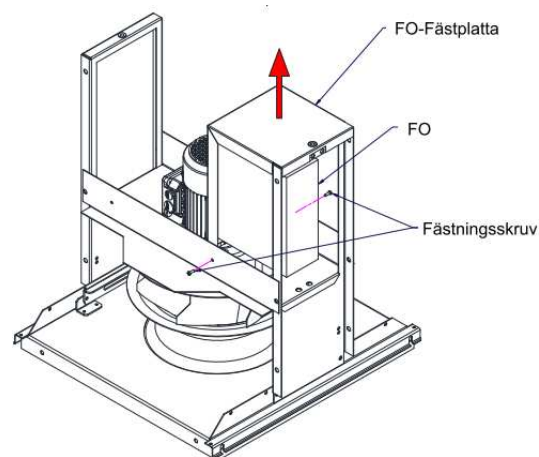

Bild 6
6. Lösgör FO-fästplattans fästningsskruv (2x) och lyfta bort FO-fästplatta med FO (Bild 6).